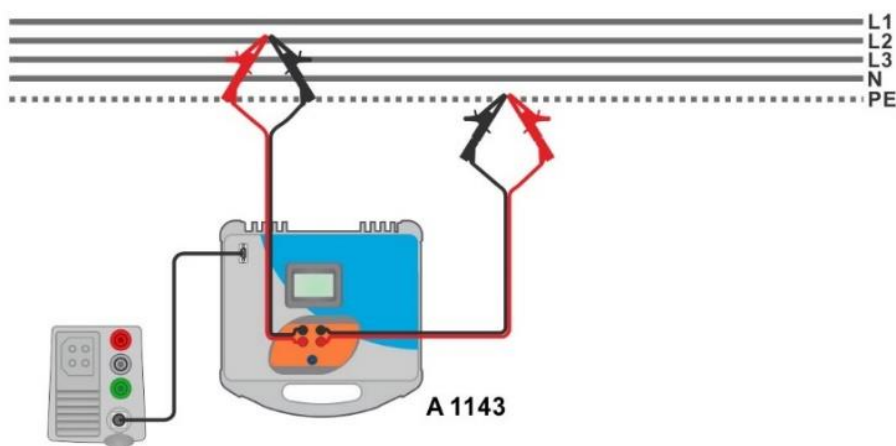
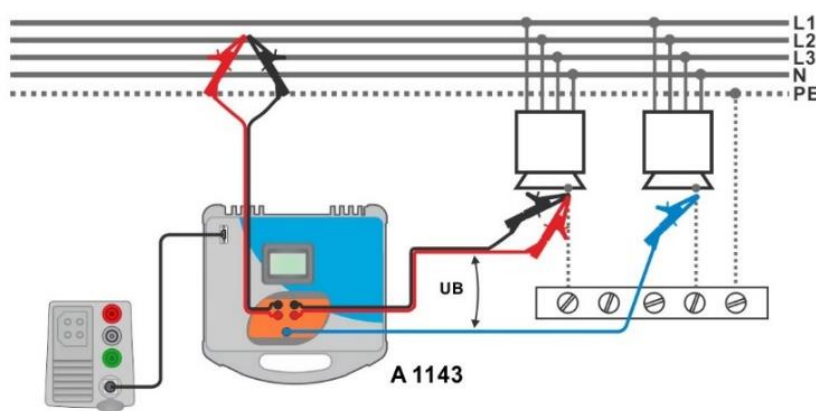

Fig. 4.51: Högpresisions loopimpedansmätning - anslutning till A 1143
Fig. 4.52: Kontaktspänningsmätning – anslutning till A 1143
- › Anslut testledningarna till objektet som skall testas, se **Fig. 4.51** och **Fig. 4.52**.